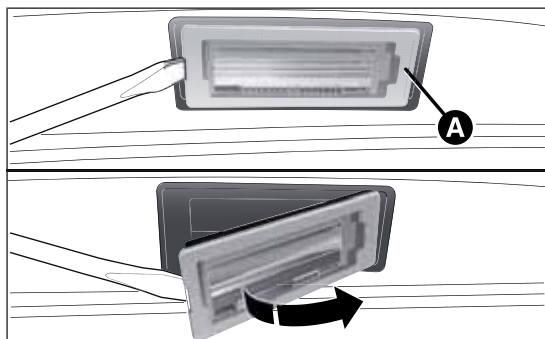

fig. 132
- ☐ retirar la lente transparente A fig. 132;
- ☐ volver a montar la lente transparente A fig. 132.